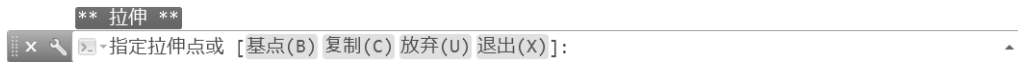

图 3-64 默认的夹点模式
- 2) 选择所需的夹点。此时命令窗口显示当前的“拉伸”夹点模式及提供相应的提示选项, 如图 3-64 所示。